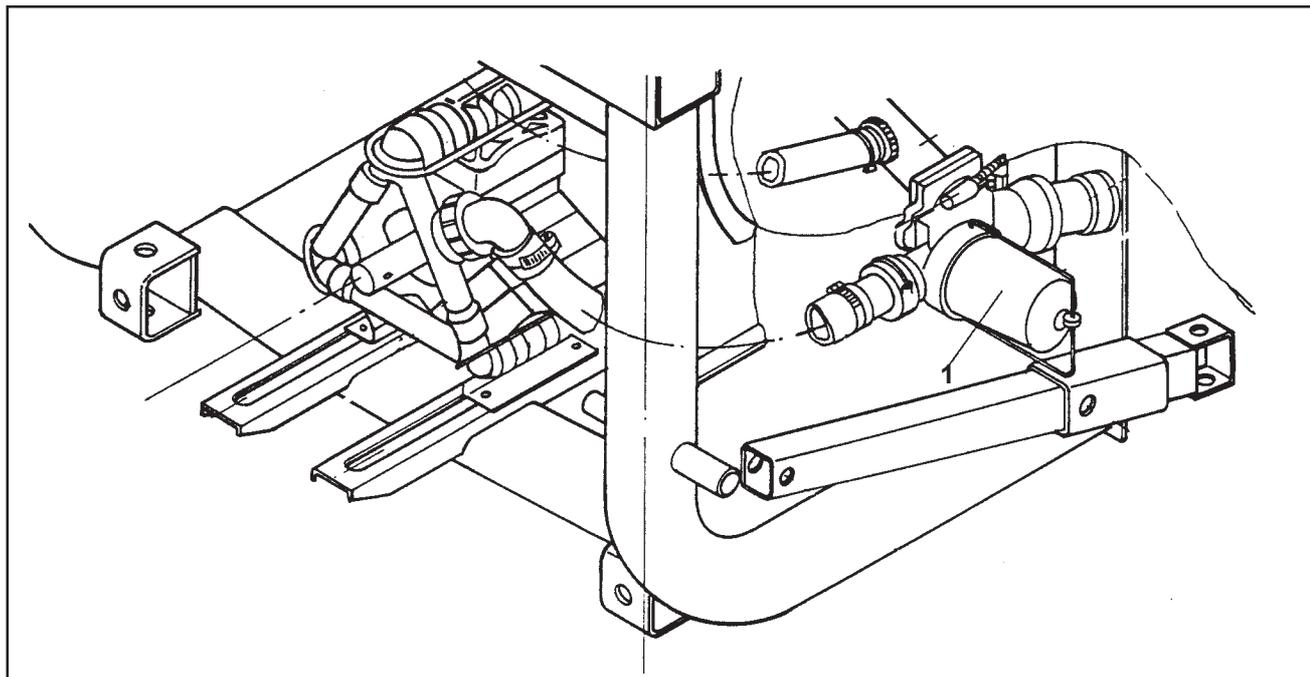

Fig. 6.10
- Ablassen der im Behälter verbleibenden, verdünnten technischen Restmenge über den Filterhahn (Fig. 6.10/ 1) in ein geeignetes Auffanggefäß.